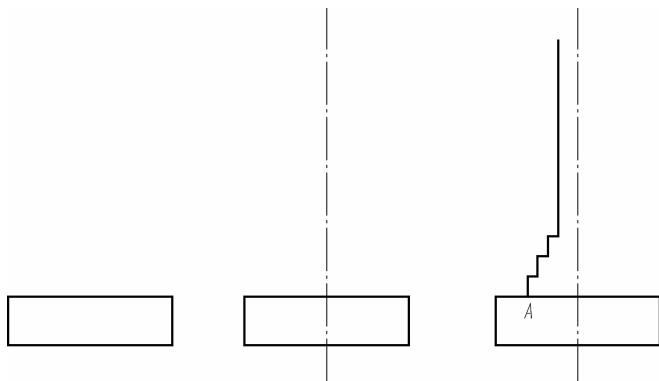
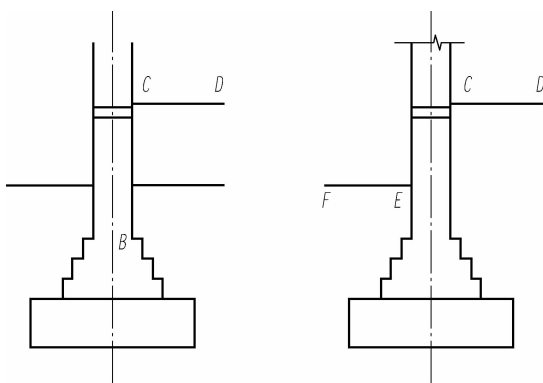

图 2-50 基础详图的绘图过程 1
图 2-51 基础详图的绘图过程 2
(4) 选择“粗实线”图层，使用“矩形”命令绘制长为 1 000、宽为 300 的矩形；然后选择“中心线”图层，在矩形中点下方的适当位置找到起点，向上绘制中心线；使用“捕捉自”命令确定 A 点，使用“直线”命令绘制左半部分，绘图过程如图 2-50 所示。对左半部分镜像后得到右半部分，以 B 点为参考点，使用“捕捉自”命令绘制线段 CD，然后向下偏移 500，再镜像得到 FE，然后绘制折断线，如图 2-51 所示。